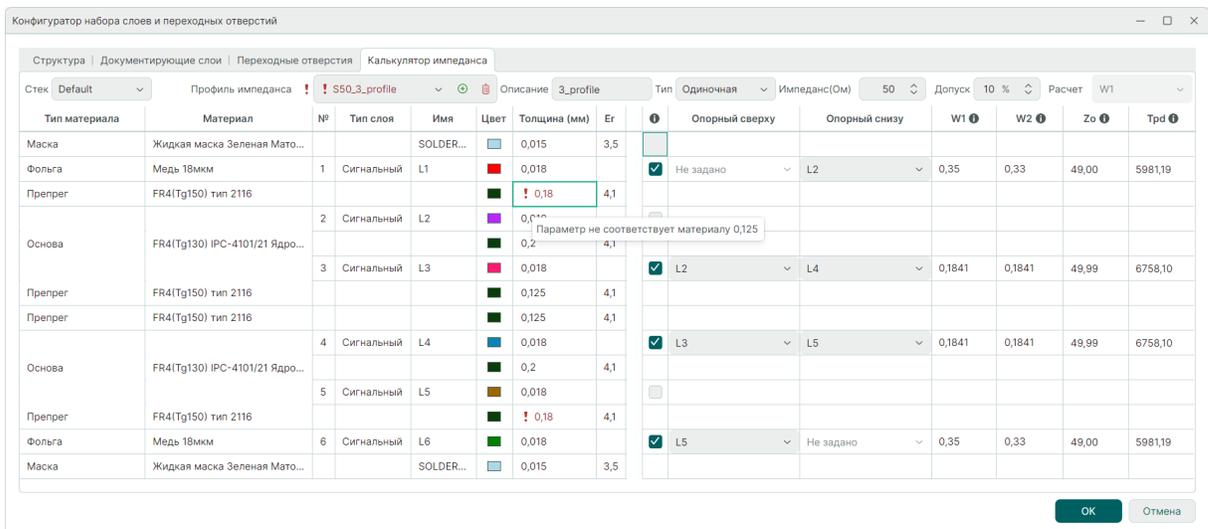

Рис. 48 Подбор толщины материала
6. В области структуры печатной платы для редактирования доступны поля в колонках «Толщина» и «Er» (диэлектрическая проницаемость). С помощью ввода значений в данные поля можно осуществить подбор параметров подходящих материалов. Материалы и их параметры для использования в стеке печатной платы должны быть определены в стандартах системы, поэтому введенное значение будет отслежено, а пользователь предупрежден о несоответствии параметра материала, см. Рис. 48.